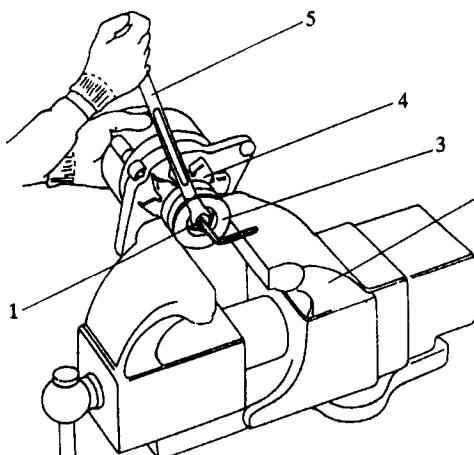
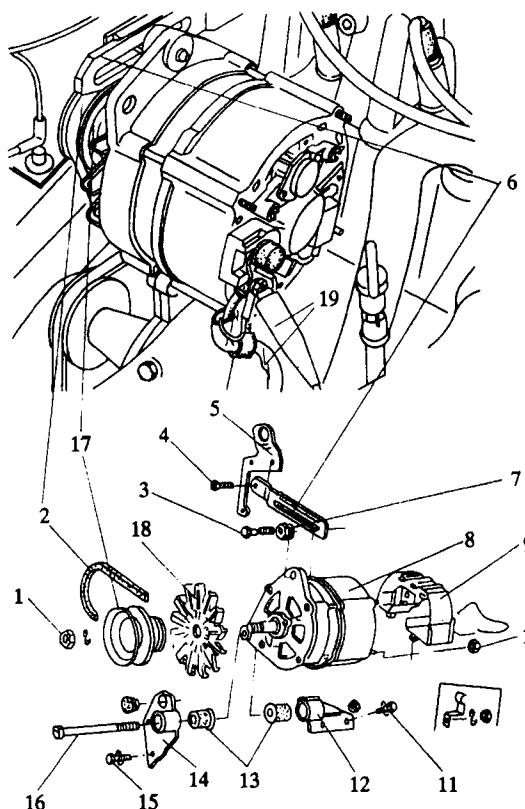

图 1-9 皮带轮的拆卸
图 1-8 发电机的拆卸
①发电机从车上的拆卸,如图 1-8 所示。拆下发电机导线 19,旋松发电机调整臂调整螺栓 3 和调整螺母 7,使传动皮带 2 松弛后拆下;旋下调整臂安装螺栓 4,取下调整臂 6;旋下螺栓 16 及螺母 10,从发动机上取下发电机 8;旋下螺栓 11、15,取下发电机安装支架 12 和 14,再从支架 12 和 14 上冲出缓冲套 13。
②皮带轮的拆卸,如图 1-9 所示。用虎钳 2 夹住皮带轮 3,从发电机上旋下螺母 1,取下皮带轮 3 和风扇 4,再从发电机上拆下护罩(见图 1-8 件 9)。
⑤如图 1-9 所示,用虎钳 2 夹住皮带轮 3,用工具 5 旋紧螺母 1,力矩 40N·m。
⑥如图 1-8 所示,将发电机 8 装到发动机上,并按图 1-21 所示,检查传动皮带的挠度,即用弹簧加力器 1 向传动皮带 2 施加 40~50N 的压力,传动皮带 2 的挠度(在水泵 4 与发电机 5 之间的中点上)应在 8~12mm 之间。若用拇指压下时,传动皮带 2 挠度 3 应为 2mm(新皮带)或 5mm(旧皮带)。